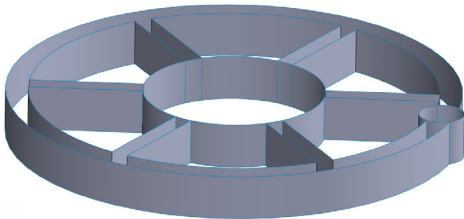

图 7-44 打开素材模型
(1) 单击常用工具栏中的【打开】按钮，打开一幅素材模型，如图 7-44 所示。